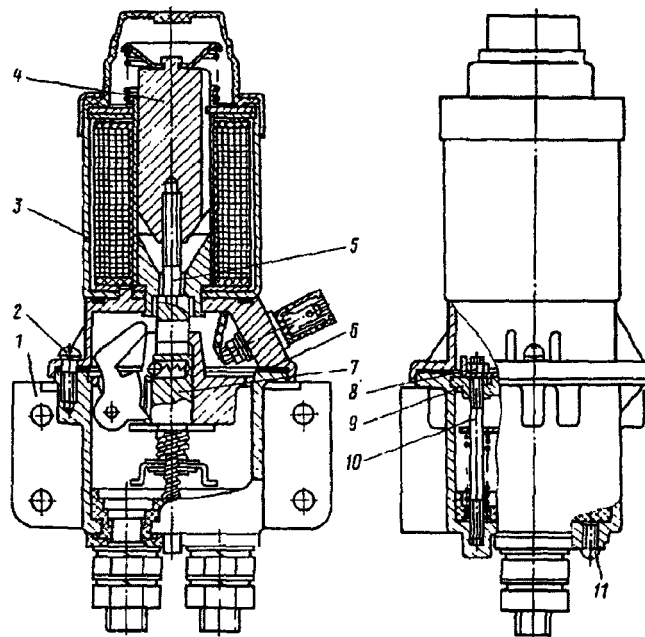

Рис. 363. Выключатель массы ВК-860В:
2. Выверните винты 2 (рис. 363) крепления электромагнита в сборе с корпусом 1, снимите электромагнит 3	Отвертка